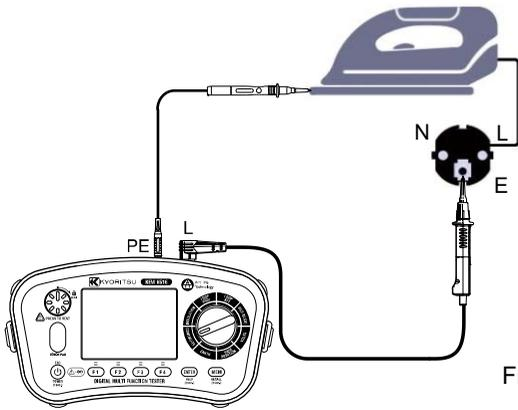

Fig. 8-6
- (2) Realice las conexiones como muestra la Fig. 8-6 para verificar la continuidad.